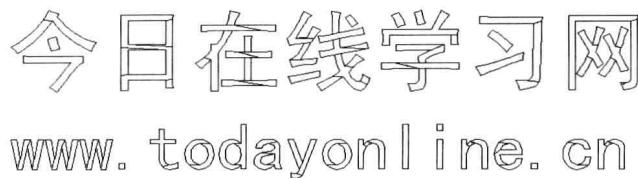

图 9-1-3
(4) 单击文字，按Enter键，将多行文字炸开后会形成多条曲线，单击“视图”选项卡，在“导航”面板中单击“范围”按钮，最大化显示文字曲线，如图9-1-3所示。